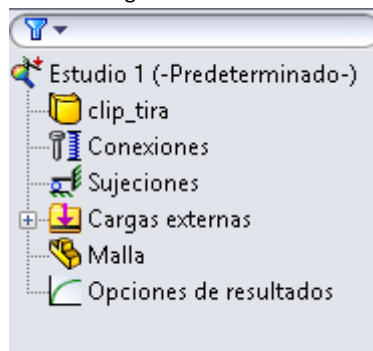

Figura 5.1.2 Ventana de estudio para simulaciones.
- 2) Se activa la pestaña de SolidWorks 'Simulation' y se accede a 'Nuevo estudio' (Fig. 5.1.1), donde se despliega la ventana de la figura 5.1.2. Aquí se elige entre 'No lineal' asumiendo que las propiedades de forma y material pueden cambiar durante el proceso de deformación.